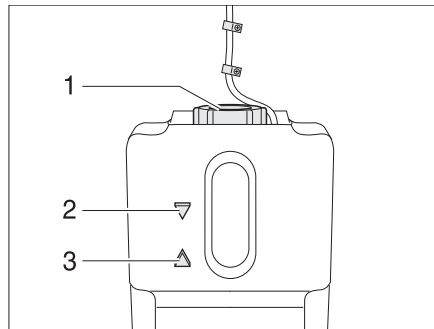

Bild 154 Expansionsbehållare varmvatten-värmesystem
- Kontroll av vätskenivå utförs på expansionsbehållaren (Bild 154), nivån ska ligga mellan markeringarna "MIN" (Bild 154,3) och "MAX" (Bild 154,2).
- Skruva på vridlåset (Bild 154,1) på expansionsbehållaren.